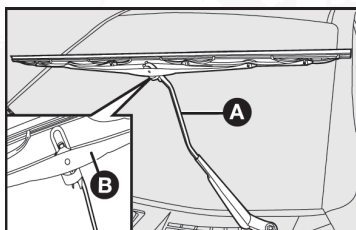

fig. 19
*Sustitución de los limpiadores del limpiaparabrisas - fig. 19*
- 2) Presione el limpiador B-fig. 19 y empújelo hacia abajo, soltándolo del brazo A.